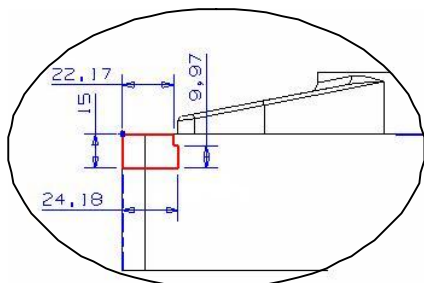

图7-45
2. 在【成形特征】工具条中单击【草图】按钮，弹出【基准平面】悬浮工具条。单击【YC-ZC】和【确定】按钮进入二维草图界面绘制草图轮廓，如图 7-45 所示。